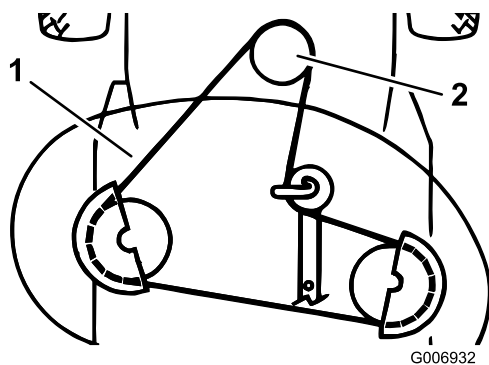

Figure 40
14. Enlevez la courroie du plateau de coupe de la poulie d'embrayage électrique (Figure 40).
15. Enlevez la courroie d'entraînement du plateau de coupe de la poulie du moteur inférieure (Figure 40).
6. Passez la courroie d'entraînement du plateau de coupe sur la poulie de moteur inférieure (Figure 40).